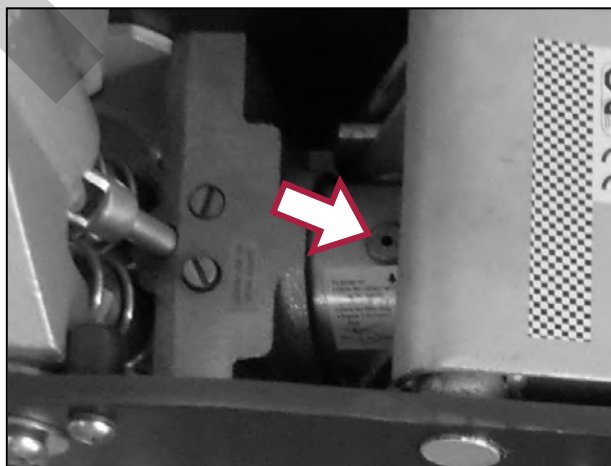

Figura 13 - Parti mobili da lubrificare.
- Lubrificazione ed ingrassaggio:** Per l'ingrassaggio del perno di base del braccio sollevatore, utilizzare una pistola del grasso e la valvola "ingrassatore" presente sul braccio stesso (vedere la Figura 13).